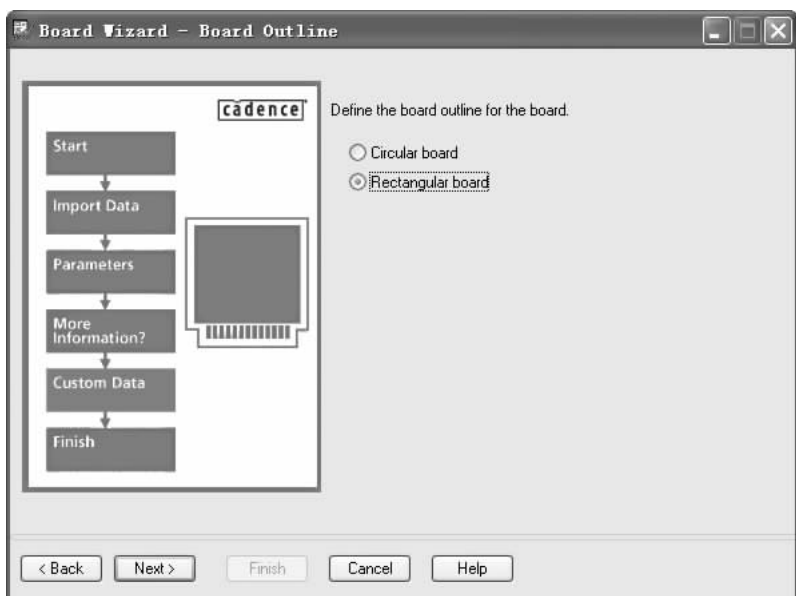

图 10-36 “Board Wizard - Board Outline（板向导模板）”对话框
11. 单击 **Next >** 按钮，进入图 10-36 所示的对话框。在该对话框中定义板框的外形，有两种选择：“Circular board（圆形板框）”和“Rectangular board（方形板框）”。